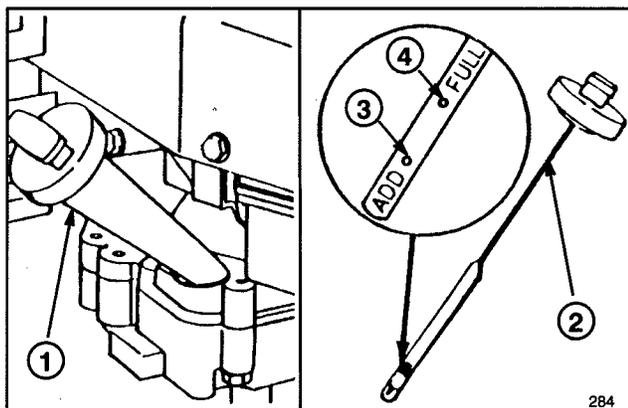

Figure 7
Avant chaque usage, s'assurer que le niveau d'huile se situe entre les repères ADD et FULL (fig. 7). Ajouter de l'huile suivant les besoins.
3. Essuyer la jauge et l'insérer dans le tube de remplissage. Faire tourner le bouchon d'1/4 de tour. Retirer à nouveau la jauge et vérifier le niveau d'huile (fig. 7). Si ce niveau est insuffisant, ajouter juste assez d'huile pour que celui-ci atteigne le repère FULL sur la jauge. **NE PAS REMPLIR AU DELÀ DU REPÈRE "FULL." CECI RISQUERAIT D'ENDOMMAGER LE MOTEUR AU COURS DU DÉMARRAGE. VERSER L'HUILE LENTEMENT.**
1. **VÉRIFIER LE NIVEAU D'HUILE**—Maintenir le niveau d'huile entre les repères ADD et FULL sur la jauge (fig. 7).
2. **TONTE ET ENSACHEMENT**—Les meilleurs résultats sont obtenus en coupant seulement environ 1/3 de la hauteur d'herbe. Pour tondre des herbes hautes, régler sur la hauteur de coupe la plus haute (E) pour le premier passage de la tondeuse. Repasser ensuite à un réglage plus normal. Si l'herbe coupée est trop haute, la tondeuse peut se bloquer, ce qui fait caler le moteur.